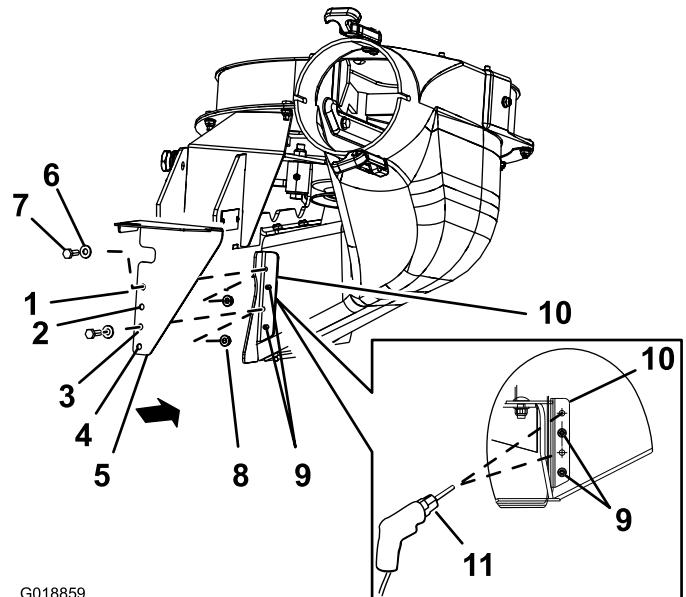

図 11
1. 図 11 のように、下部ガードをプロアシュート ブラケットに合わせる。
2. 下部ガードの2番目と4番目の穴を、プロアシートブラケットから突き出ているリベットの足に合わせる図 11。
3. この状態で、下部ガードの第1の穴と第3の穴の位置を、プロアシートブラケット上にマーキングして、ガードを外す図 11。
5. ポンチを打った位置2ヶ所に、それぞれ直径7 mmの穴を開ける図 11。
1. 下部ガードを、プロアシート・ブラケットに合わせる図 11。
ルト $1/4 \times 3/4$ インチ、ワッシャ、ロックナット $1/4$ インチを使用して固定する図 11。